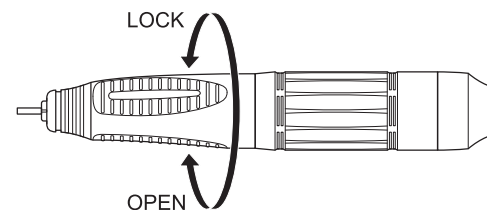

図7
1)チャック開閉リングを図7のOPENの方向に「カチッ」と音がするまで回してチャックをゆるめます。
2)チャック開閉リングを図7のLOCKの方向に「カチッ」と音がするまで回してチャックを締めます。